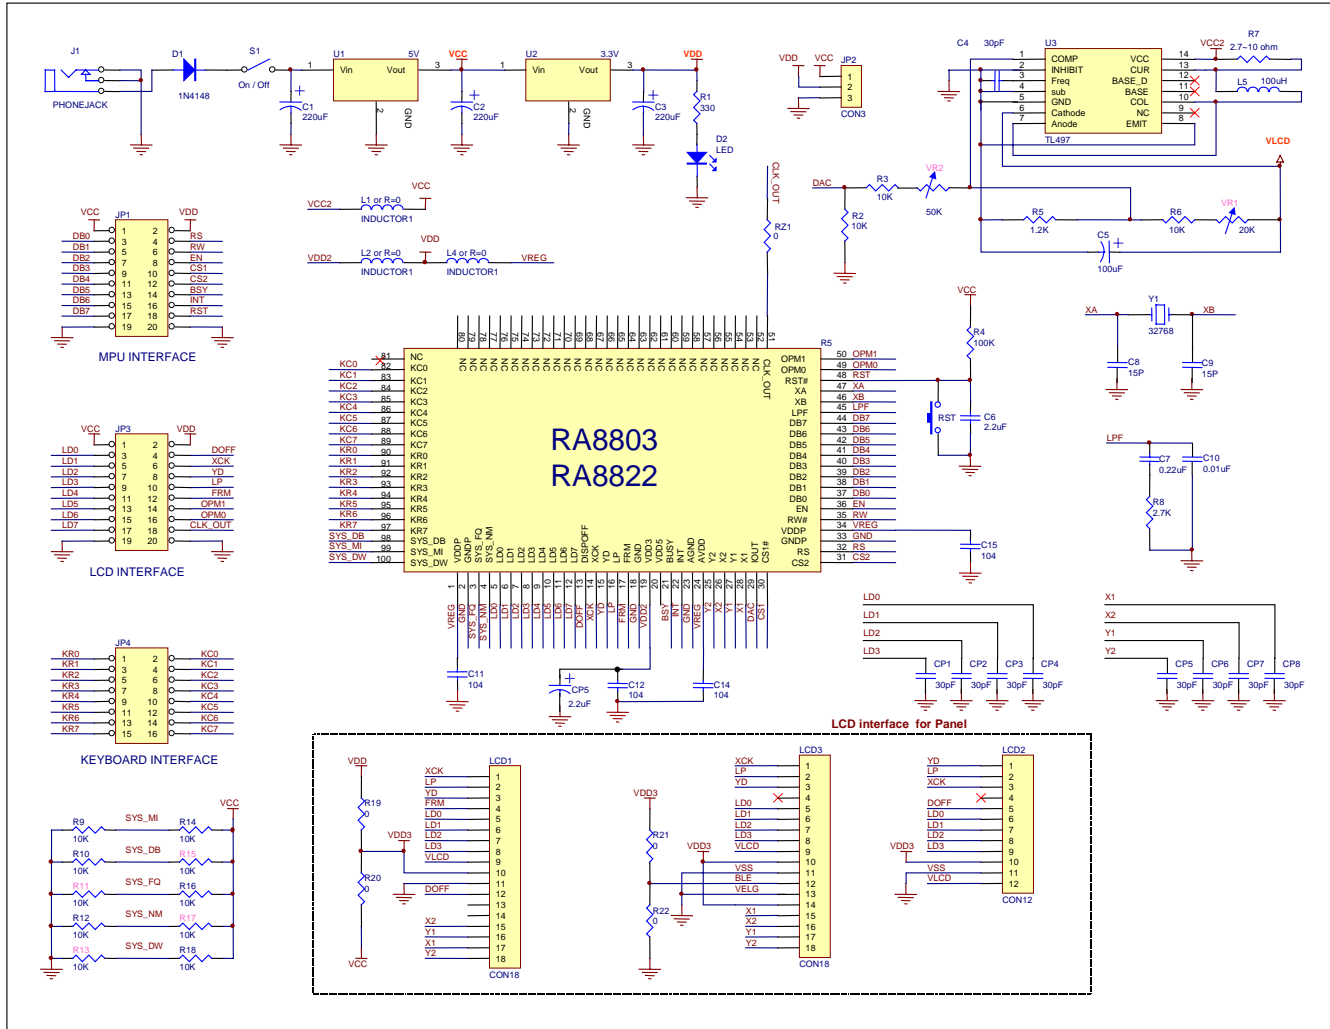
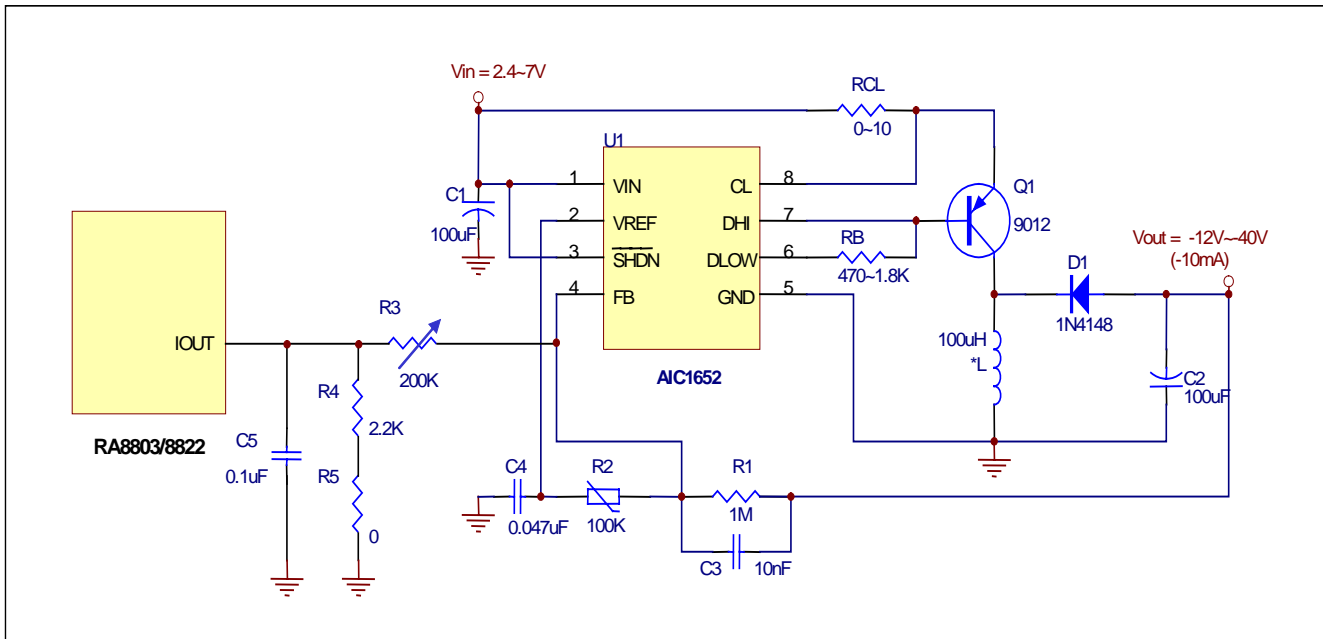
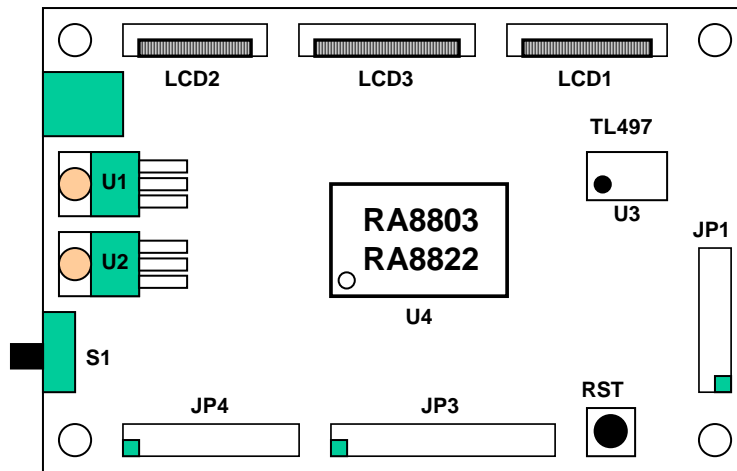
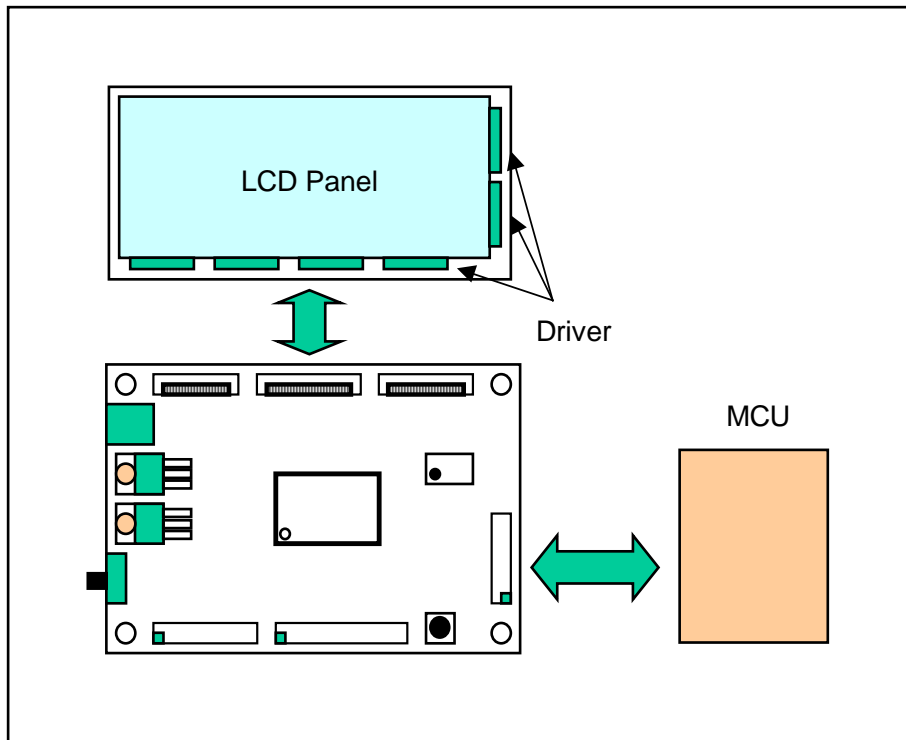

图 B-1: 应用电路图
图 B-2: 应用电路图-负压的升压电路
图 C-1: RA8803/8822 的控制板
图 C-2: 控制板应用图
3. 图 B-1 的 VLCD 电压是正确的，如果须要的 VLCD 电压是负的，则必须使用别的升压电路。如图 B-2 就是一负压的升压电路。
7. 图 B-1 RA8803/8822 的电源使用的是 3.3V(VREG 与 VDD2 经 L2 与 L4 到 VDD)，而 VDD 是 3.3V。
RAiO 提供 RA8803/8822 的控制板、Gerber File 与电路图，供客户以现有 Panel 或模块进行验证，图 C-1 为 RA8803/8822 的控制板，其电路图请参考图 B-1，客户可以利用 JP1 与使用的 MPU 相连接，现有 Panel 可以接到 JP3、LCD1、LCD2 或 LCD3 的 Driver 界面，Key-Scan 可以用 JP4 来实验，如图 C-2。